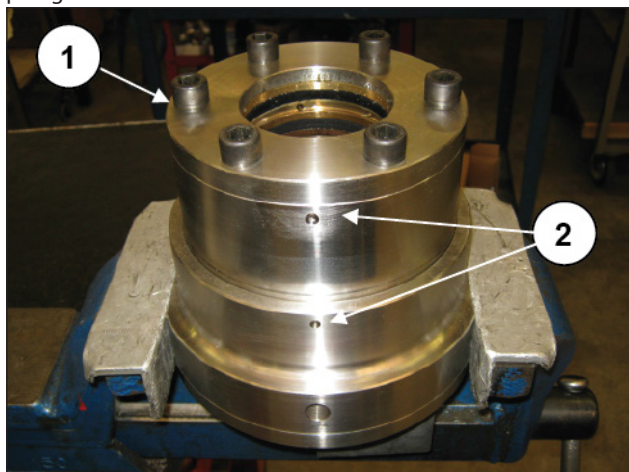
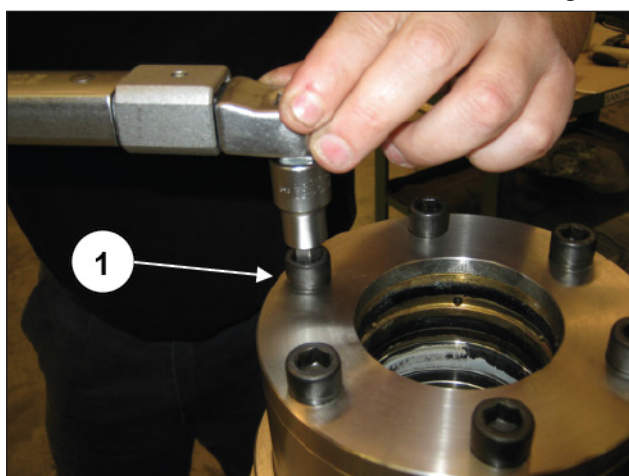

Fig. 229
Fig. 230
Montare la camicia sul supporto (pos. ①, Fig. 227), facendo attenzione che gli anelli O-ring rimangano posizionati nella loro sede ed allineando i "bulini" presenti (pos. ②, Fig. 229), dopo di che montare l'anello per supporto guarnizioni (pos. ①, Fig. 228).
Dopo aver posizionato le viti di fissaggio dell'anello per supporto guarnizioni (pos. ①, Fig. 229), serrarle con chiave dinamometrica (pos. ①, Fig. 230), come indicato nel paragrafo 3.